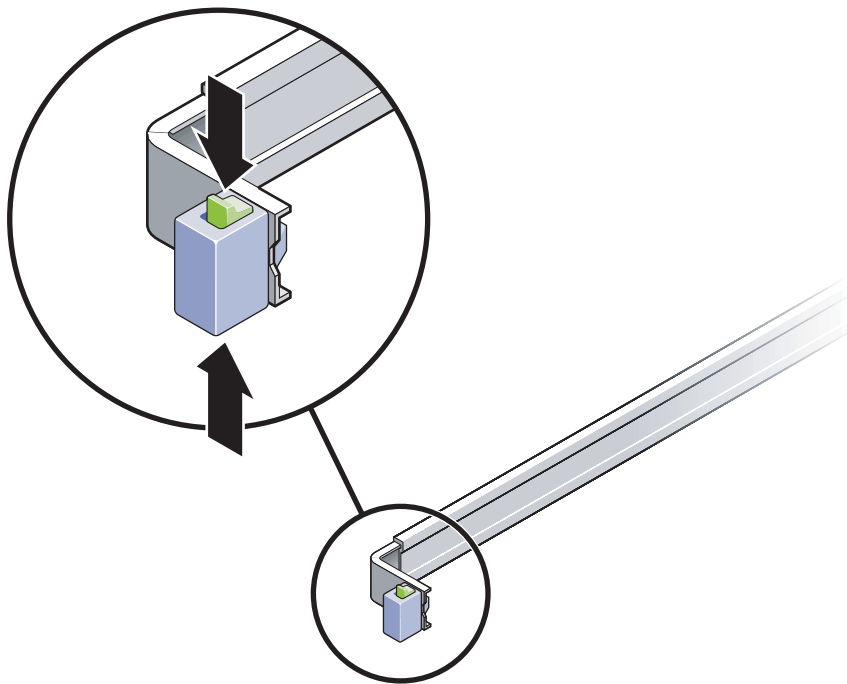

図 2-14 スライドレール部品のロック解除
- a. スライドレールロックの上下のロックボタンを同時に押して保持します (図 2-14)。